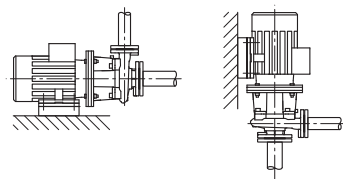
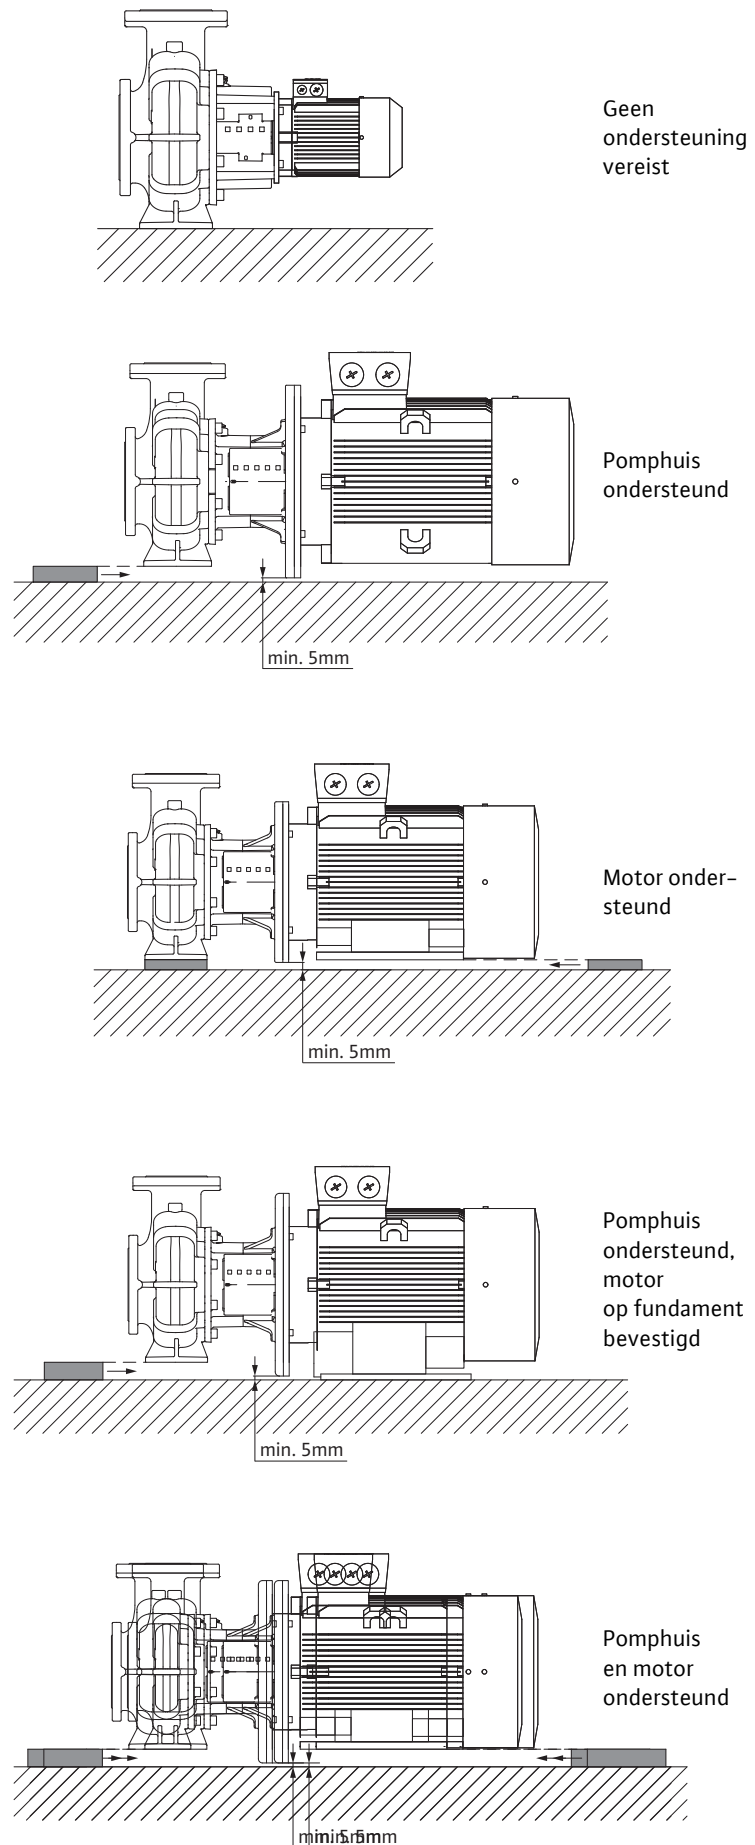

Fig. 41: Uitvoering BL
Fig. 42: Installatievoorbeeld BL
- Blokpompen van de serie BL moeten op voldoende stevige fundamenten resp. consoles opgesteld worden (Fig. 41). Bij pompen van het type BL moet de motor vanaf een motorvermogen van 18,5 kW ondersteund worden, zie installatievoorbeeld BL (Fig. 42).